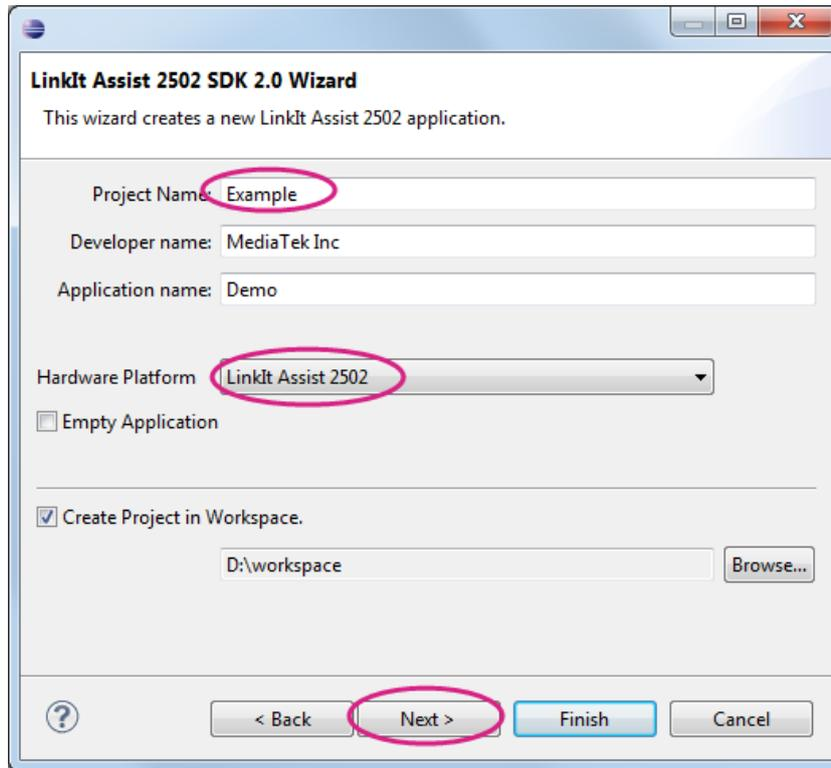

图 25 创建新的 LinkIt Assist 2502 应用
- 2) 在 **LinkIt Assist 2502 SDK 2.0 范例向导**里，给您的项目一个新名称，并选择合适的硬件平台，如图 25 所示。单击 **Next**。